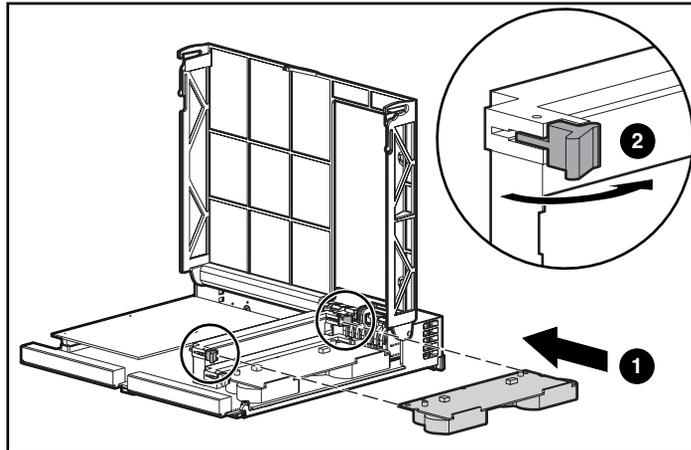

Abbildung 4: Einsetzen des Cache-Moduls
6. Schieben Sie den neuen MSA1000 Controller-Cache in den Controller ein ❶. Vergewissern Sie sich, dass die seitlichen Verriegelungen ❷ ganz eingerastet sind. Siehe Abbildung 4.